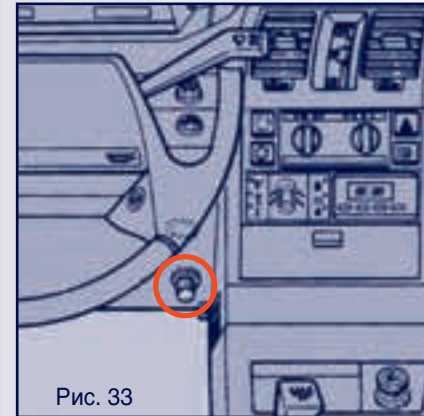

Рис. 33
5. Установить ручку управления краном на переднюю панель салона внизу, справа от рулевого колеса, как показано на рис. 33, предварительно просверлив заглушку.